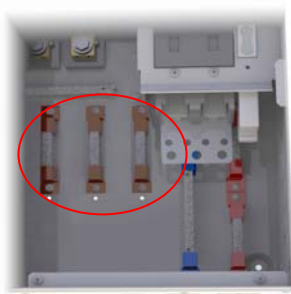
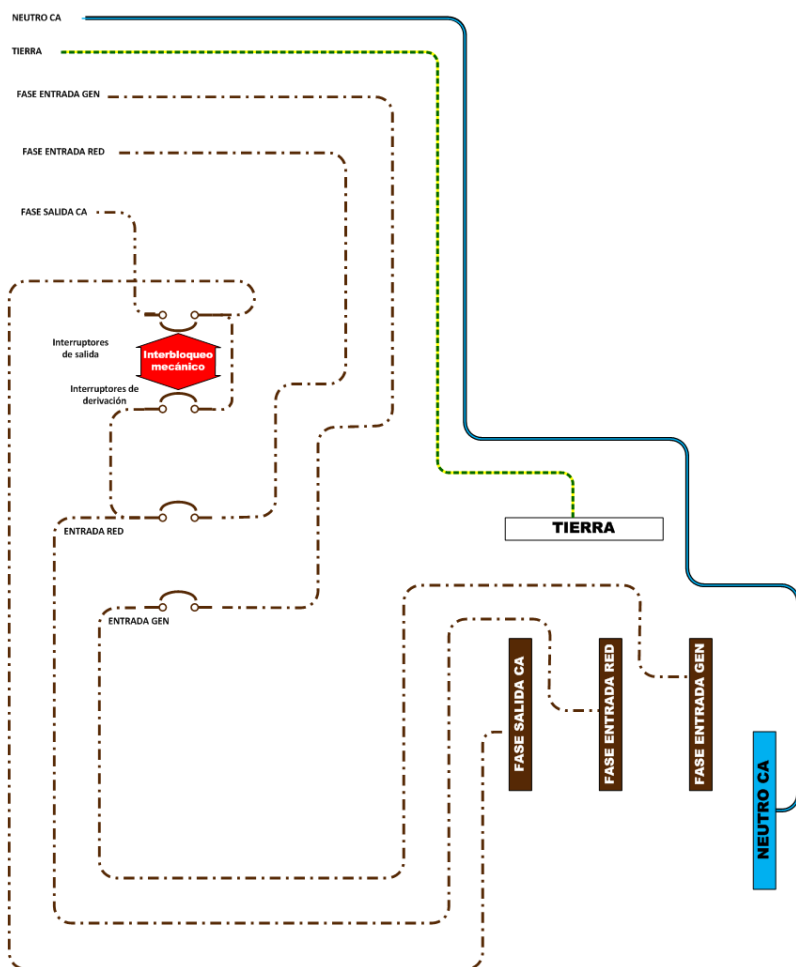

Figura 2 Posiciones de las barras de conexión
Figura 5 Cableado básico de CA
3. Aplique la etiqueta correcta del juego de etiquetas en el chasis cercano a cada barra de conexión para su identificación. La Figura 2 muestra las ubicaciones estándar para estas barras de conexión. La Figura 5 de la página 7 muestra la posición prevista para las etiquetas.
GS-IOB-230VAC se suministra con seis cables marrones y uno azul etiquetados en función de su conexión eléctrica prevista. También se suministra con un cable verde sin etiquetar y dos cables marrones cortos sin etiquetar. Si se han seguido los pasos anteriores, así como la ilustración de la Figura 5, estos cables tendrán la longitud suficiente para realizar las conexiones previstas.
2. Para cada uno de los seis cables, instale el anillo terminal del cable en el poste del terminal adecuado para cada interruptor, siguiendo la Figura 5. Normalmente, cada poste está equipado con dos arandelas Grower idénticas. El anillo terminal del cable se debe instalar entre estas arandelas Grower. Si solo hay una arandela Grower, instale el anillo terminal en el poste primero y luego la arandela y los componentes restantes.
3. Instale los dos cables cortos entre los interruptor de entrada, salida y derivación, tal y como se muestra en la Figura 5.
6. Conecte los cables marrones de cada interruptor a la barra de conexión pertinente, tal y como se muestra en la Figura 5.